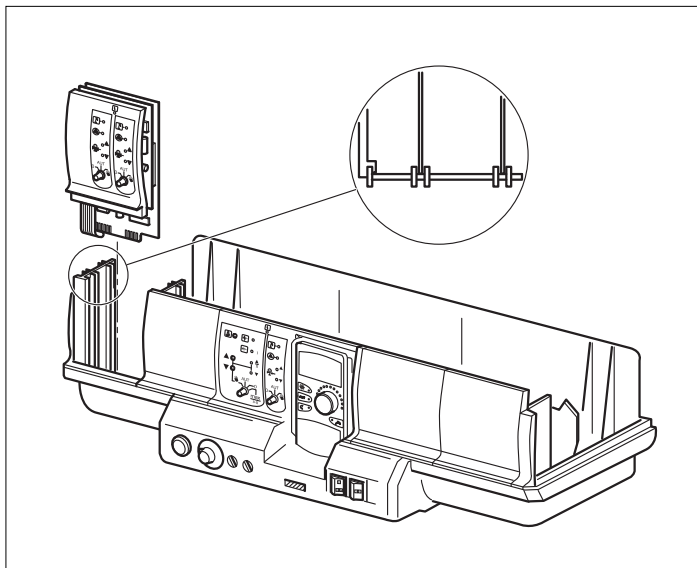

Рис. 20 Установка и демонтаж модуля
- Удалите заглушку из разъема 1 (→ Рис. 20) в системе управления.
- Вставьте новый модуль до ощутимого защелкивания сверху в свободный разъем, нажимая на планку датчиков (→ Рис. 20).
- Вставьте новый модуль до ощутимого защелкивания сверху в свободный разъем, нажимая на планку датчиков (→ Рис. 20, стр. 35).